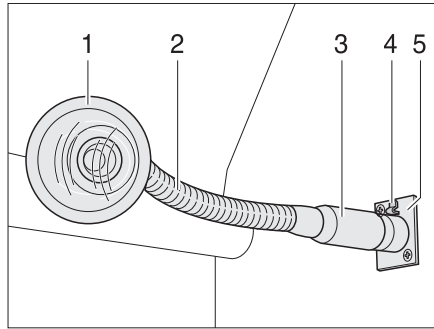

Fig. 94 Prise de courant avec lampe enfichée
- Saisir la lampe pour prise par le pied (Fig. 94,3).
- Appuyer sur le bouton de déverrouillage (Fig. 94,4).
- Retirer la lampe pour prise (Fig. 94,1) de la prise de courant (Fig. 94,5).
- Saisir la lampe pour prise par le "col de cygne" (Fig. 94,2) (si présent) ou le boîtier et la faire pivoter.